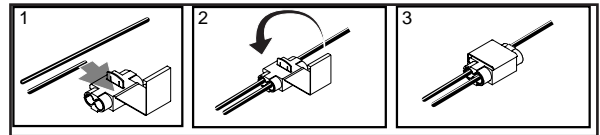
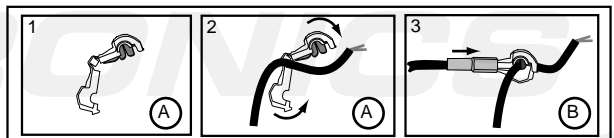

Fig. 1
Fig. 3
6. Menez la longue partie du faisceau jusqu' au-dessous du tableau du bord à gauche. Connectez le fil rouge avec un connecteur de dérivation au fil de l'interrupteur du feu de stop (fig. 1). Branchez le fil orange avec un connecteur de dérivation (fig.3) au câble d'alimentation continue + 30 du boîtier à fusibles (fiche C).